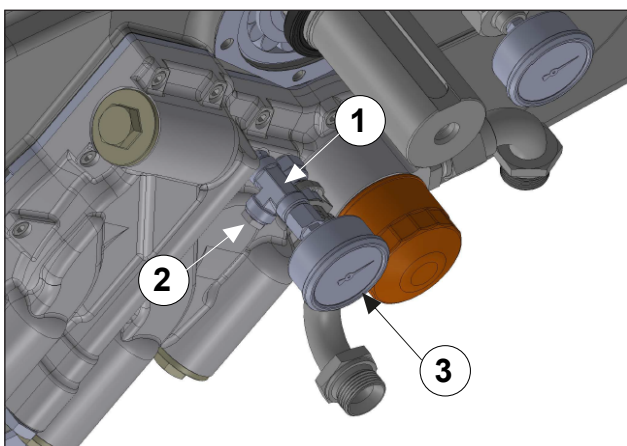

Fig. 134
Monte o sensor de temperatura do óleo (pos. ①, Fig. 134).